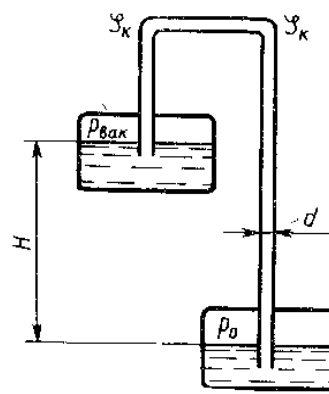

Рис.7
14. Труба, соединяющая два бака, заполнена жидкостью (рис.7) с вязкостью $\nu = 0,01$ Ст и плотностью $\rho = 1000$ кг/м³. Определить, при какой высоте H жидкость будет двигаться из верхнего бака в нижний с расходом $Q = 0,05$ л/с, а при какой высоте H будет двигаться в обратном направлении с тем же расходом, если длина трубы $l = 2,5$ м; ее диаметр $d = 8$ мм; коэффициент сопротивления каждого колена $\xi = 0,5$; избыточное давление в нижнем баке $p_0 = 7$ кПа; вакуум в верхнем баке $p_{\text{вак}} = 3$ кПа. Трубу считать гидравлически гладкой.